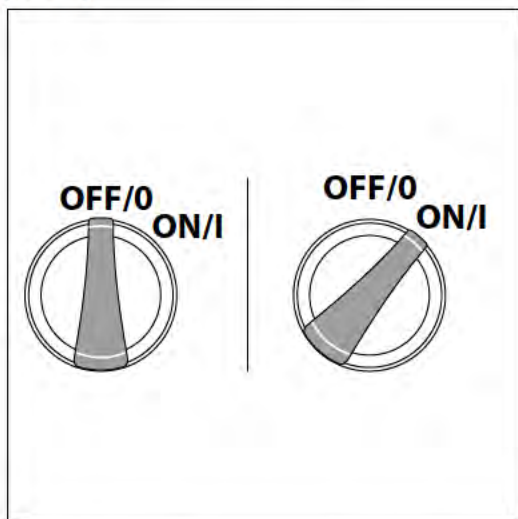

Fig. 18
- Assurez-vous que l'interrupteur « MARCHÉ/ARRÊT » est en position « ARRÊT ». L'interrupteur d'alimentation possède des symboles internationaux pour « marche » et « arrêt » : On (I) Of.. f (O), (Fig. 18).